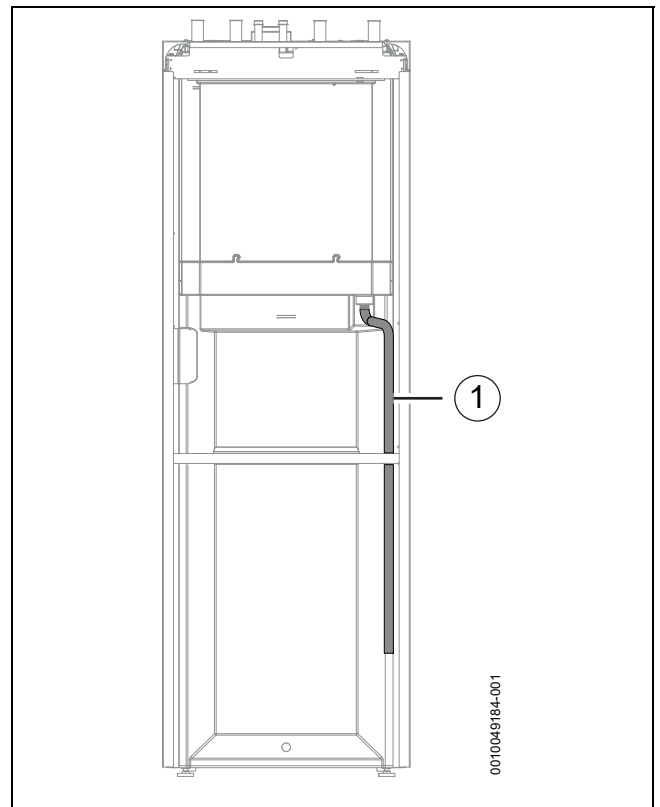

Bild 28 Rückseite der Inneneinheit
1. Falls nicht vorinstalliert, installieren Sie den Ablaufschlauch gemäß → Abb. 28.